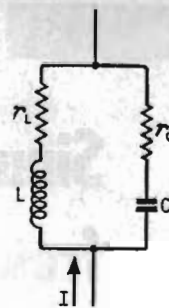
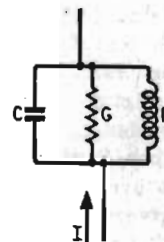

Fig 9
Fig 10
Och så måste vi tugga om hela historien på nytt med parallellresonanskretsen. Så som den vanligen behandlas är den betydligt mera komplicerad än serieresonanskretsen, ty även om  $L$  och  $C$  är kopplade parallellt, måste man fortfarande räkna resistanserna som seriekopplade med sina respektive reaktanser. Se fig. 9. För denna koppling kan man med skäl fråga hur mycket av resistansen som hör till  $L$  och hur mycket som  $C$  står för. Det vanliga är att man antar att  $r_c = 0$ , vilket visserligen minskar antalet variabler till detsamma som för fig. 1, och som dessutom med rätt stor noggrannhet överensstämmer med fysikaliska fakta, men fortfarande återstår
I stället för den konstanta emk:en i fig. 1, som verkar på  $L$ ,  $C$  och  $r$  i serie, skall vi nu ha en konstant ström  $I$  (se fig. 10), som delar sig på  $C$ ,  $L$  och  $G$  i parallell. I stället för ett strömmaximum genom en rent resistiv impedans (och därför med fasvinkeln noll) blir det nu maximal spänning över en rent konduktiv admittans (och sålunda på nytt fasvinkeln noll), Precis på samma sätt som det i fig. 1 inte spelade någon roll hur stor del av  $r$  som hörde till  $L$  respektive till  $C$  därför att de låg i serie och sålunda kunde sammanslås till ett enda  $r$ , så är de skilda konduktanserna i fig. 10 parallellkopplade och adderas direkt till en enda konduktans  $G$ . Detta  $G$  är, precis som  $r$  i fig. 1, relativt litet i normala svängningskretsar och därför är kretsens resistans,  $R = 1/G$ , normalt mycket stor.
Om ni nu skulle tycka att detta låter allt för enkelt och undrar vart alla komplikationerna i samband med fig. 9 har tagit vägen, så vill jag påminna om, att för vilken given krets som helst är  $L$  i fig. 10 inte exakt detsamma som i fig. 9. Inte heller  $C$  i fig. 10 är exakt lika med  $C$  i fig. 9 om inte  $r_c = 0$ . Har man en förseglad låda innehållande en godtycklig kombination av linjära resistanser och reaktanser, åtkomliga endast via två anslutningsklämmor, kan man inte på något sätt mäta sig till de verkliga kretselementen i lådan vid någon frekvens, men man kan bestämma impedansen och fasvinkeln för anordningen som helhet och man kan uttrycka detta som en resistans i serie med en reaktans eller (med andra värden) som en parallellkombination av reaktans och resistans. Om man har det ena parets värden kan man
Observera att jag säger, att resistansen inte spelar någon *synbar* roll, men naturligtvis spelar den en roll indirekt om kretsen är uppbyggd som i fig. 9 genom att den orsakar skillnaden mellan  $L$ -värdet i fig. 9 och  $L$ -värdet i fig. 10. Den vanliga formeln för parallellresonans (som är identisk med formeln för serieresonans med variation av kapacitansen) innefattar resistans, men detta beror på att den är härledd från fig. 9 och ej från fig. 10.
Varför skall man då härleda en formel från anordningen i fig. 9 då alla fakta och formler, som hänför sig till det fullständiga parallellarrangemanget i fig. 10, är formellt identiska med de som man funnit för den fullständiga seriekretsen i fig. 1? Oturligt nog för beräkningsarbetet är de fysikaliska egenskaperna hos en avstämd krets betydligt mera lika förhållandena i fig. 9 än fig. 10. En mera förfinad avbildning av verkligheten får man, om man sätter in serieresistanser och parallellresistanser, men inverkan av detta på den matematiska behandlingen är mycket nedslående. Och inte ens då kommer kretsen på papperet att helt likna en verklig krets, särskilt om frekvensen varieras, därför att resistanserna i en krets varierar en hel del med frekvensen.
- 2) Det normala sambandet vid resonans är att induktiv reaktans ( $2\pi fL$ ) är lika med kapacitiv reaktans ( $1/2\pi fC$ ). Detta samband kan också uttryckas på två andra sätt, nämligen som  $\omega^2 = 1/LC$  eller  $f = 1/2\pi\sqrt{LC}$ . Detta gäller exakt för strömmen vid serieresonans (fig. 1) och följaktligen för spänningen över  $C$  när  $L$  varieras. Men det gäller också för spänningen vid parallellresonans *om alla kretsens resistanser kan anses vara parallellkopplade* som i fig. 10. Detta är dock icke förhållandet i praktiken om inte  $C$  varieras och kan antas vara fri från all resistans.
Beräkning vid en godtycklig frekvens av kretsen i fig. 9 underlättas betydligt genom att alla resistanser ersättes med en enda parallellkonduktans  $G$ .  $L$  och  $C$  får anta »ekvivalenta parallellvärden». Kopplingen står då i direkt dualitetsförhållande till fig. 1. Se texten.